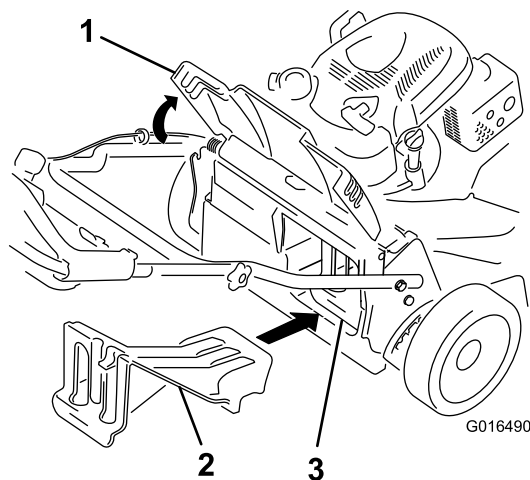

Figura 24
- Se il coperchio di scarico posteriore non è installato, afferratelo dalla maniglia, sollevate il deflettore posteriore e inseritelo nel condotto di scarico posteriore fino a bloccare il fermo in posizione; vedere Figura 24.
Importante: Prima di riciclare lo sfalcio, verificate che il coperchio di scarico posteriore sia montato (Figura 24).